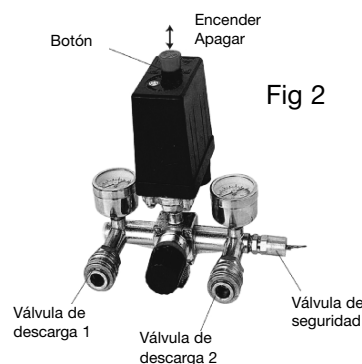

Fig 2
- 5.Abra la válvula de descarga, accione el interruptor y colóquelo en la posición "Encender"(fig 2), deje que el compresor funcione durante 10 minutos sin carga, para asegurar la lubricación de todas las partes móviles del compresor, antes del funcionamiento regular.